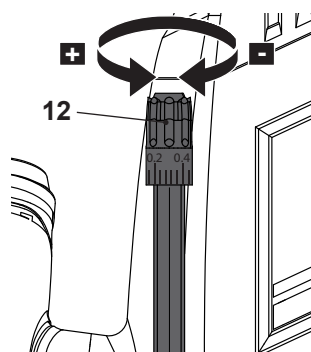

Fig. 17
- > Utilizați butonul de reglare fină (12) pentru o setare precisă a adâncimii de tăiere (Fig. 17).
- > Rotiți butonul de reglare a fină a adâncimii de tăiere (12) în sens orar, pentru a crește adâncimea de tăiere.
- > Rotiți butonul de reglare a fină a adâncimii de tăiere (12) în sens anti-orar, pentru a reduce adâncimea de tăiere.